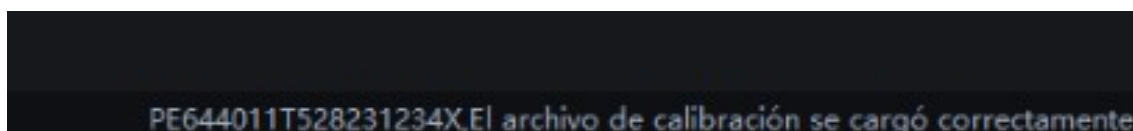

Figura 6
2.2.2. Cuando se carga correctamente el fichero de calibración, sale el mensaje de la Figura 6 en la parte inferior derecha de la ventana del programa.
2.2.3. Si estamos conectando el sensor a un *cliente*/ordenador extensión del servidor o ordenador secundario, es decir NO es el principal con el servidor, y el fichero ya se cargo previamente en el *servidor*/ordenador principal. Se calibra automáticamente al pulsar “Abrir”, usando el fichero que se cargo en el servidor y lo descarga a través de la red. Si se carga correctamente, saldrá el mensaje de la Figura 6.
3.1.2. Cuando obtenemos el mensaje de la Figura 6, “El archivo de calibración se cargó correctamente”, podemos continuar con la configuración de los parámetros.